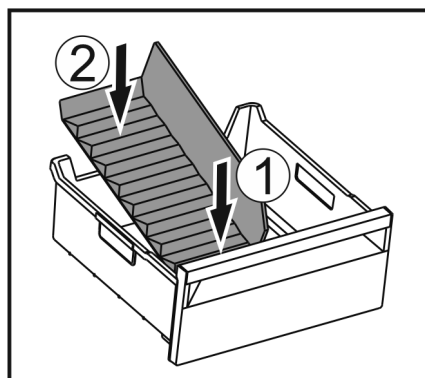

Fig. 209
- Umetnite prednji dio pregrade ladice za led. Fig. 209 (1)
- Spustite stražnji dio pregrade ladice za led do dna ladice. Fig. 209 (2)